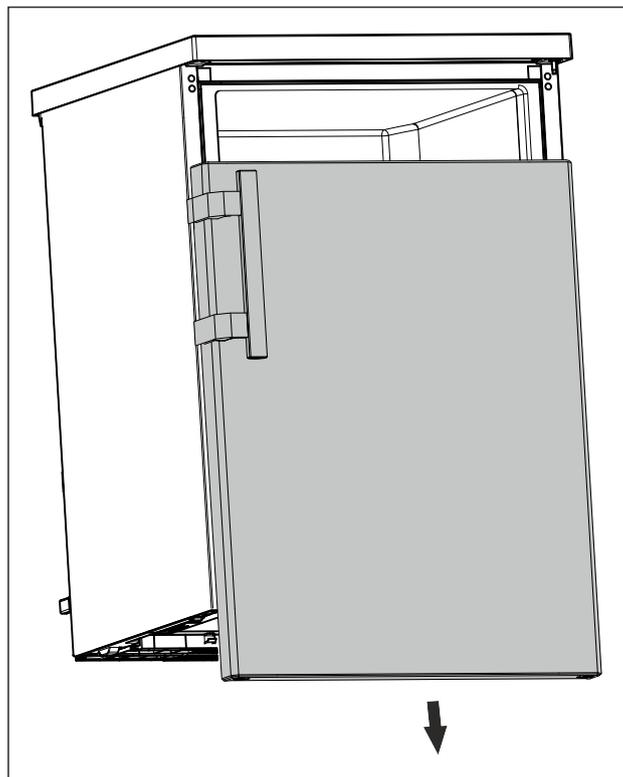

Fig. 17
- Rimuovere la porta verso il basso. (vedere Fig. 17)